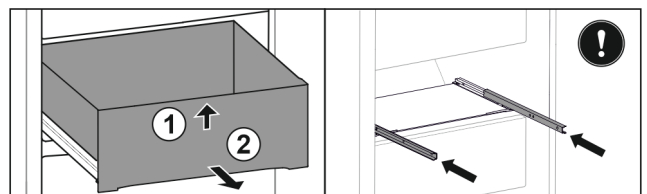

Fig. 36
- ▶ Soulever la partie avant du tiroir. Fig. 36 (1)
- ▶ Retirer le tiroir par l'avant. Fig. 36 (2)